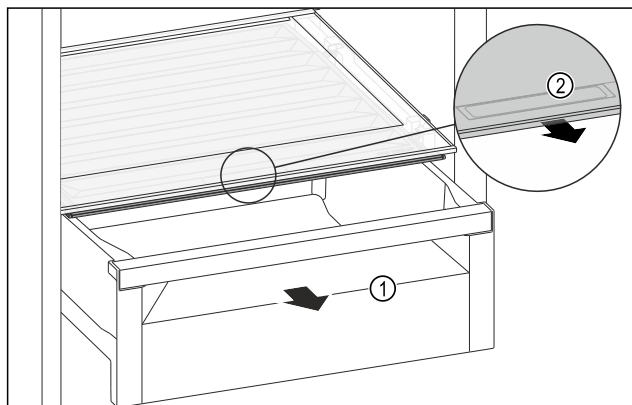

Fig. 108
- Estrarre il cassetto Fig. 108 (1).
- Afferrare la maniglia incassata Fig. 108 (2) sul coperchio dello scomparto e tirare allo stesso tempo in avanti il coperchio dello scomparto.